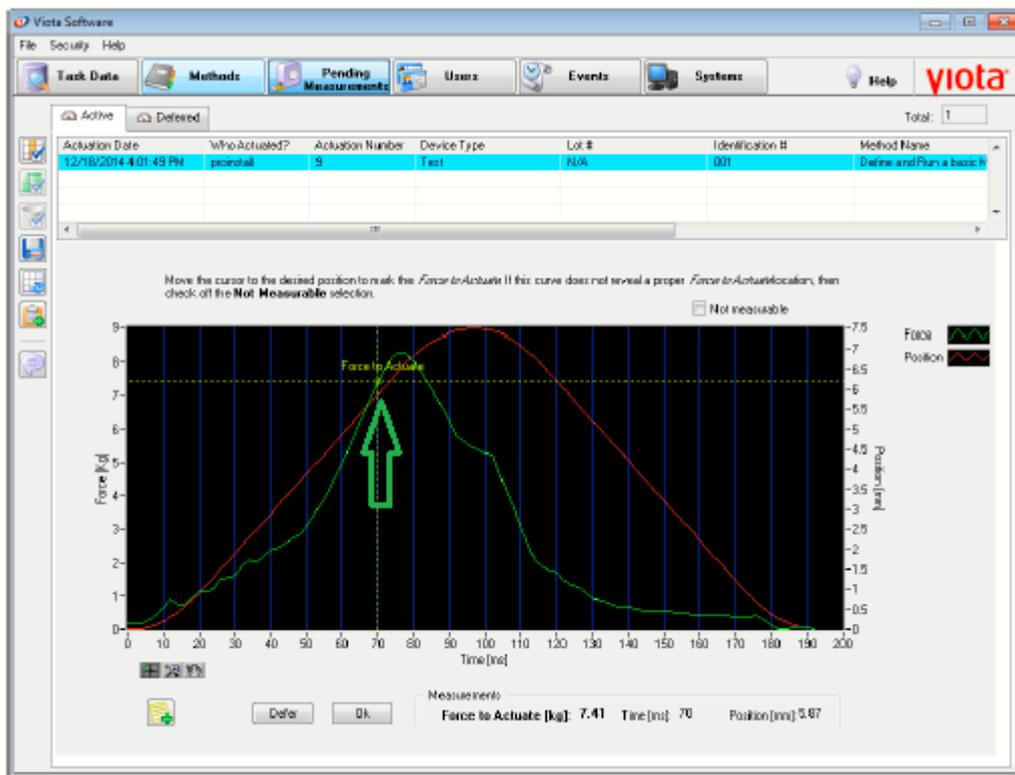

Figura 110. Interface de medição Viota Software Force to Actuate.
Note que todas as medições pendentes ativas *Pending Measurements* serão movidas automaticamente para a Tabela de interrompidos se o usuário atual sair ou fechar o software Viota. Conforme Figura 110 o software Viota mostra a interface de medição da força de atuação. A interface consiste em um conjunto de controles e indicadores que permitem ao usuário medir interativamente a força necessária para acionar o dispositivo (Força para Atuar) com base na interpretação dos dados de força/tempo coletados durante as tarefas de atuação, conforme item 5.6.3. Os resultados de Força para atuar são normalmente usados para fins de controle de qualidade para medir a consistência do dispositivo entre as atuações. A Tabela 8 fornece informações detalhadas sobre esses controles e indicadores.